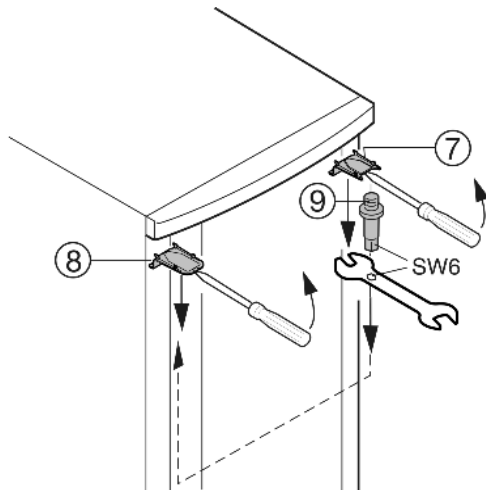

Fig. 5
- ▶ Staccare la copertura *Fig. 5 (7)* e la copertura *Fig. 5 (8)* in alto con un cacciavite e rimuoverle inclinandole verso il basso
- ▶ Svitare il perno di supporto *Fig. 5 (9)* e avvitare sul lato opposto (**a 4 Nm**). Utilizzare a questo scopo l'esagono cavo della chiave fissa in dotazione.
- ▶ Montare nuovamente la copertura *Fig. 5 (7)* sul lato del perno di supporto: inserirla posteriormente, innestarla anteriormente.
- ▶ Montare la copertura *Fig. 5 (8)* sul lato opposto: inserirla posteriormente, innestarla anteriormente.
- ▶ Agganciare la porta al perno di supporto *Fig. 5 (9)* e chiuderla.